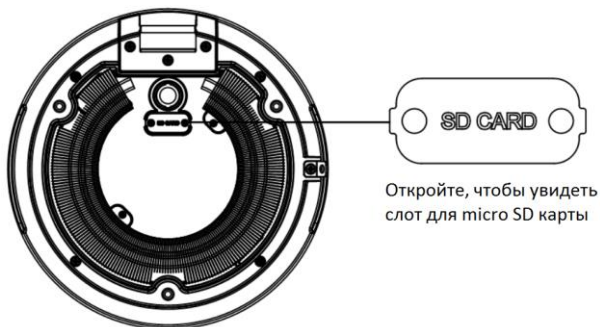

Рисунок 2-22 Крышка слота для micro SD карты
- 1) Ослабьте два винта и удалите крышку камеры, чтобы получить доступ к слоту для micro SD карты (рисунок 2-22).